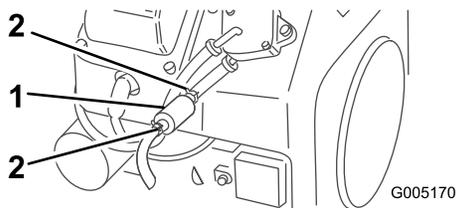

Figure 29
5. Pincez les extrémités des colliers et éloignez les colliers du filtre (Figure 29).
s'écoule, puis enlevez le filtre des conduites (Figure 29).